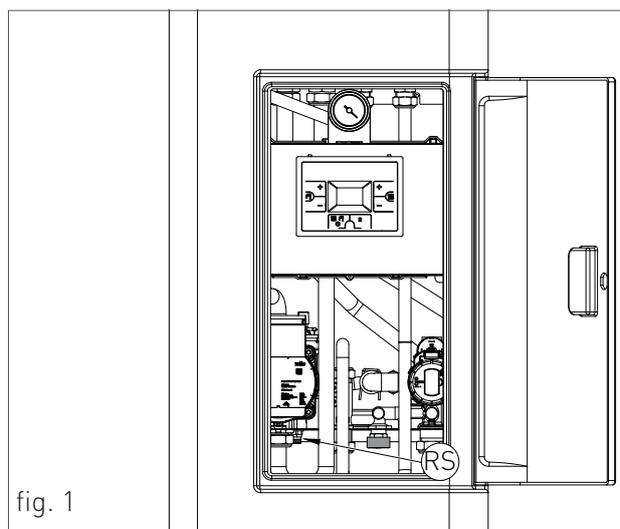

fig. 1
- › rimuovere le viti (1 - fig.1) di fissaggio poste lateralmente alla flangia del mantello, ed estrarla;
- › rimuovere le viti (2 - fig.1) di fissaggio poste sul lato superiore ed inferiore del mantello;
- › afferrare il mantello in ABS ed estrarlo tirandolo verso se (vedi fig. 1).
- › rimuovere le viti (3 - fig.1) di fissaggio poste nel bordo inferiore del pannello frontale;
- › afferrare il pannello frontale nella parte inferiore e, tirandolo verso se, estrarlo con movimento verso l'alto (vedi fig. 1).
- > Afferrare contemporaneamente le staffe di supporto del pannello comandi (fig. 1) allargandole e rovesciare il pannello, ruotandolo verso il basso;
- > svitare le due viti di fissaggio '1' - fig. 1;
- > disimpegnare i quattro ganci '2' - fig. 1;
- › ruotare il rubinetto di scarico dell'impianto 'RS' (fig. 1);
- › allentare le due viti '1' (fig.1) dalla boccola di fissaggio, e rimuovere il tubo di aspirazione aria;
- › svitare le tre viti di fissaggio '2' (fig.1) del venturi 'V' (fig.1) con una chiave da 10, tipo come in figura 2;
- › rimontare i componenti procedendo in senso inverso rispetto alle operazioni di smontaggio assicurandosi che venga rimontata la guarnizione 'G' come in fig.1;